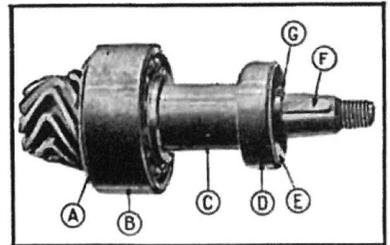

Fig. 192. — Pignon d'attaque du pont AR.
- 5—Retirez de l'arbre du pignon : la clavette du plateau, la rondelle d'écrasement, la rondelle pare-huile et le roulement hors d'usage (fig. 192).